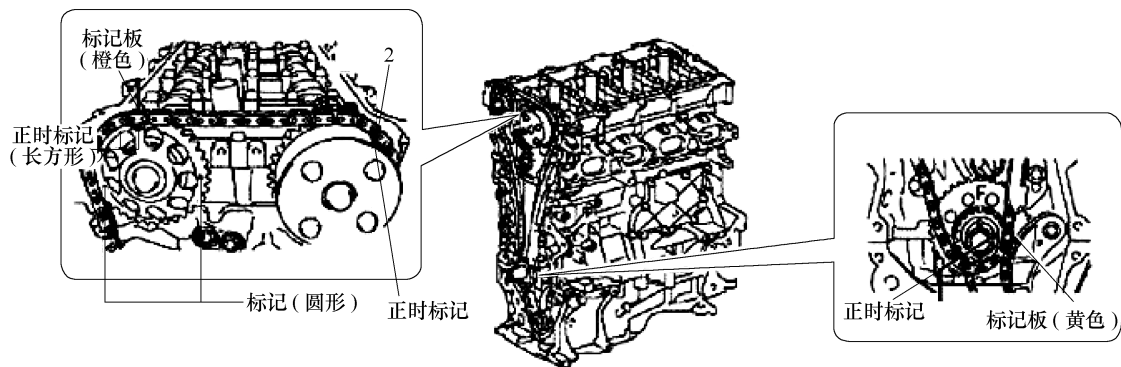

图 1-284 检查 TDC 位置的正时标记
32) 检查 1 号气缸是否位于 TDC/压缩位置。检查 TDC/压缩位置上的各正时标记, 见图 1-284。